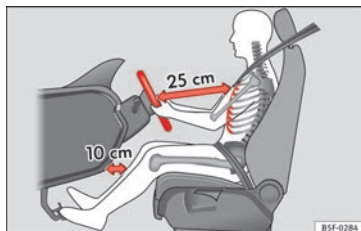
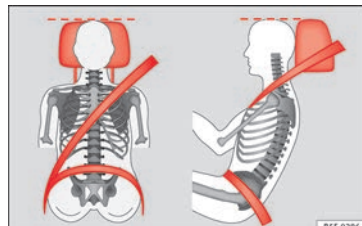

Abb. 64 Der richtige Abstand des Fahrers zum Lenkrad.
Abb. 65 Richtiger Gurtbandverlauf und richtige Kopfstützeinstellung.
- Sitzstellung so vornehmen, dass der Abstand zwischen Lenkrad und Brustbein mindestens 25 cm beträgt » **Abb. 64** und das Lenkrad mit beiden Händen und leicht gebeugten Armen seitlich am äußeren Rand festgehalten werden kann.
- Fahrersitz in Längsrichtung so einstellen, dass die Pedale mit leicht angewinkelten Beinen durchgetreten werden können und der Abstand zur Instrumententafel im Kniebereich mindestens 10 cm beträgt » **Abb. 64**.
- Kopfstütze so einstellen, dass die Oberkante der Kopfstütze sich möglichst auf einer Linie mit dem oberen Teil des Kopfs – jedoch nicht niedriger als Augenhöhe – befindet. Hinterkopf stets so nah wie möglich an der Kopfstütze positionieren » **Abb. 64** und » **Abb. 65**.
Den richtigen Abstand zwischen Fahrer und Lenkrad » **Abb. 64** mit Hilfe der Bedienelemente am Fahrersitz einstellen »  **Seite 12.**